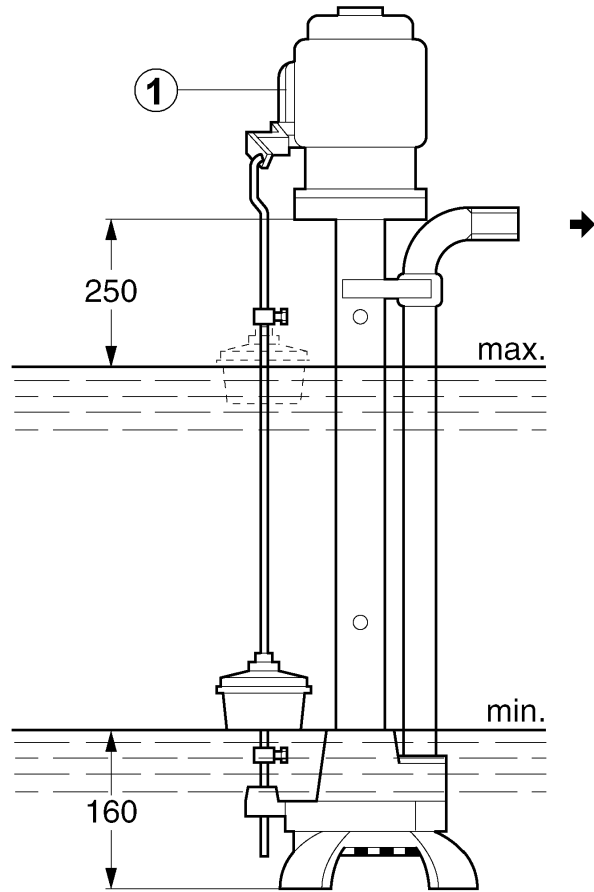

Fig. 1
VC 32: wyłącznik bezpośrednio w skrzynce zaciskowej silnika (rys. 1, poz. 1).
5.1 Montaż (rys. 1, 2)